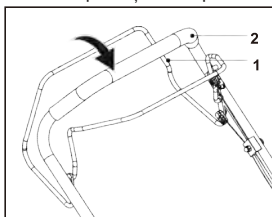

Fig. 13
1. Împinge maneta de autopropulsie (1) înainte și ține-o apăsată de ghidonul superior (2) pentru a angaja roțile din spate (Fig. 13).
2. Eliberează maneta de autopropulsie (1) pentru a decupla roțile din spate.